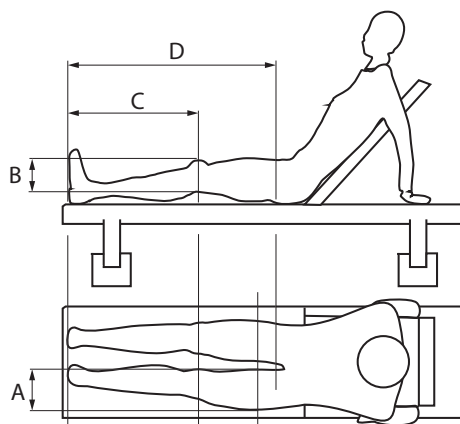
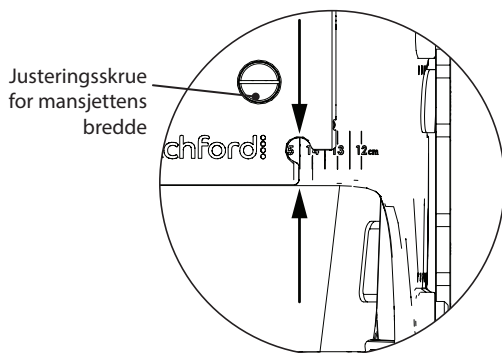

Fig. 13
Fig. 14
1. Plasser brukeren som vist i Fig. 13. Brukeren skal sitte komfortabelt på en horisontal behandlingsbenk.
3. Mål følgende (se avsnitt Fig. 13) mens det rammede benet ligger horisontalt. Ta med tykkelsen på klærne når du måler:
5. Løsne breddejusteringsskruene på nedre låransjett og leggansjett, og skyv ansjettssidene likt sammen eller fra hverandre etter behov for å stille inn ansjettbredden til brukers maksimale lårbredde A (se Fig. 13) med centimeterskalaen på hver ansjett. Stram så justeringsskruene til 5 Nm for å feste ansjettene i posisjon. Se Fig. 14 for å finne ut hvordan du leser av skalaen på ansjettene.
Merk... Skalaene på mansjettene leses av ved pilen som vises i Fig. 14, der den indre vertikale kanten av den ytre mansjetten (rett under midten av hullet) er på linje med skalaen på den indre mansjetten. Eksempelet viser en breddeinnstilling på 14,5 cm for den nedre lårmansjetten.
2. Skyv de mediale og laterale forlengelsesskinnene ut/inn samtidig for å henholdsvis øke/senke høyden til skinnene like mye på medial og lateral side, til midtpunktene i kneet og følgeleddet er i samme nødvendige vertikale høyde (mål C i Fig. 13 minus beregnet forskyvning).
2. Forleng/trekk inn den øvre lårmansjetten og stroppen ved å løse låseskruene for forlengelse på den laterale, øvre, forlengbare sideskinnen for kneet, og skyv på skinnen slik at den øvre lårstroppen på den mediale siden er ca. 5 cm nedenfor lysken (tilsvarer brukerens innerbenslengde D i Fig. 13).